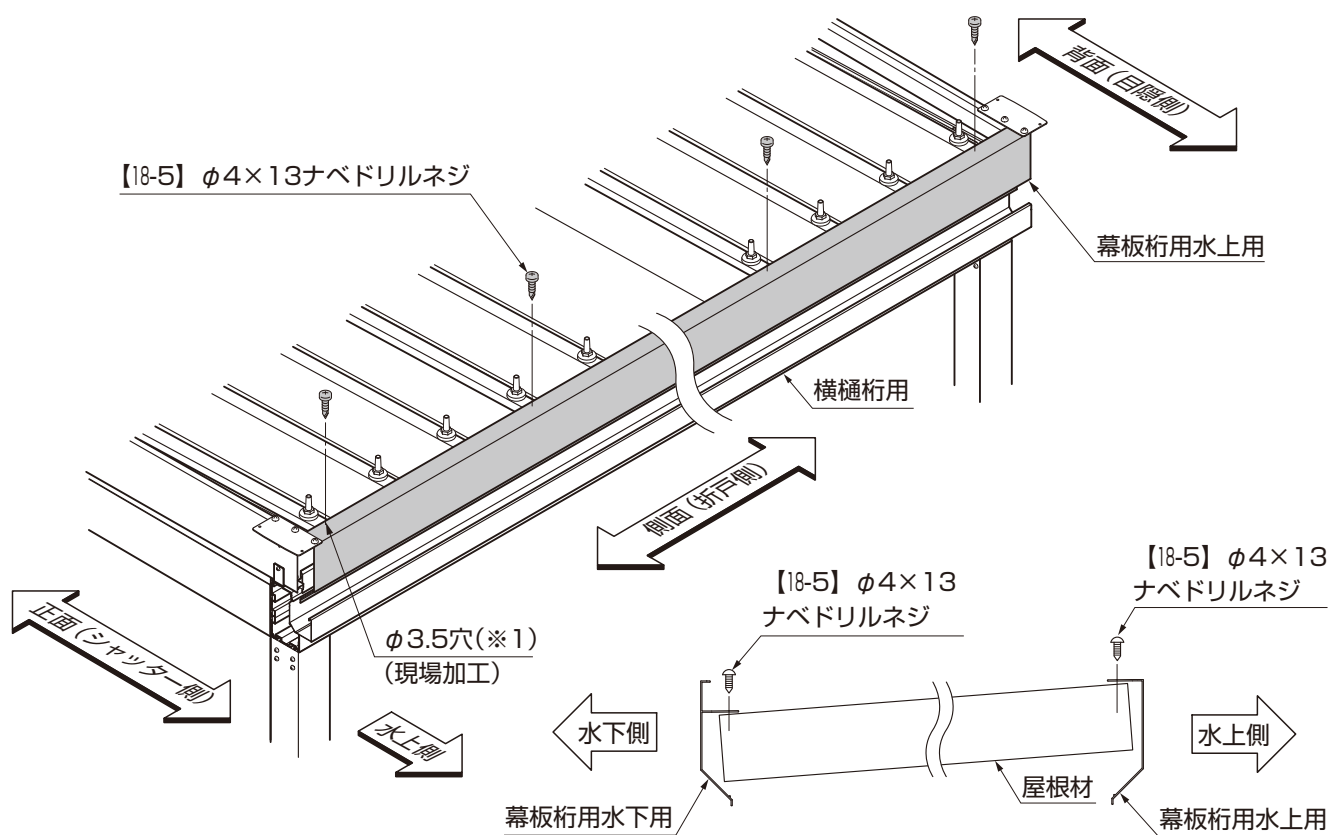

図17-4 幕板桁用の取付け
- 幕板桁用水上用・幕板桁用水下用の取付け位置を確認してください。(図17-4参照)
- 幕板桁用水上用と幕板桁用水下用で取付高さが異なります。(図17-4参照)
- ⑤折板の山に合わせて、幕板桁用と折板屋根材にφ3.5(※1)の穴加工をして貫通させてください。
- ⑥幕板と折板を【18-5】で取付けてください。